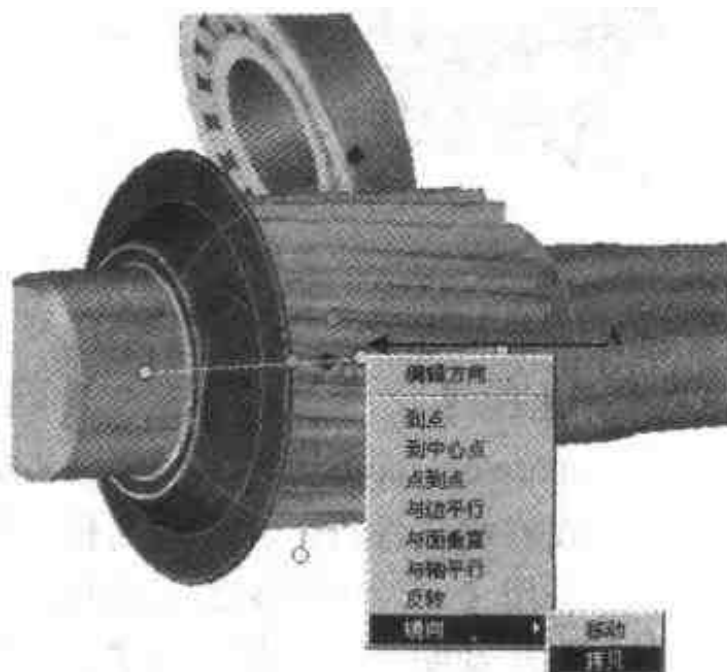

图 3.128 对手柄 A 进行镜向拷贝操作
- (8) 再次按下空格键使三维球与轴承组合在一起, 右击如图 3.128 所示的定向手柄(A), 选择【镜向】|【拷贝】命令。